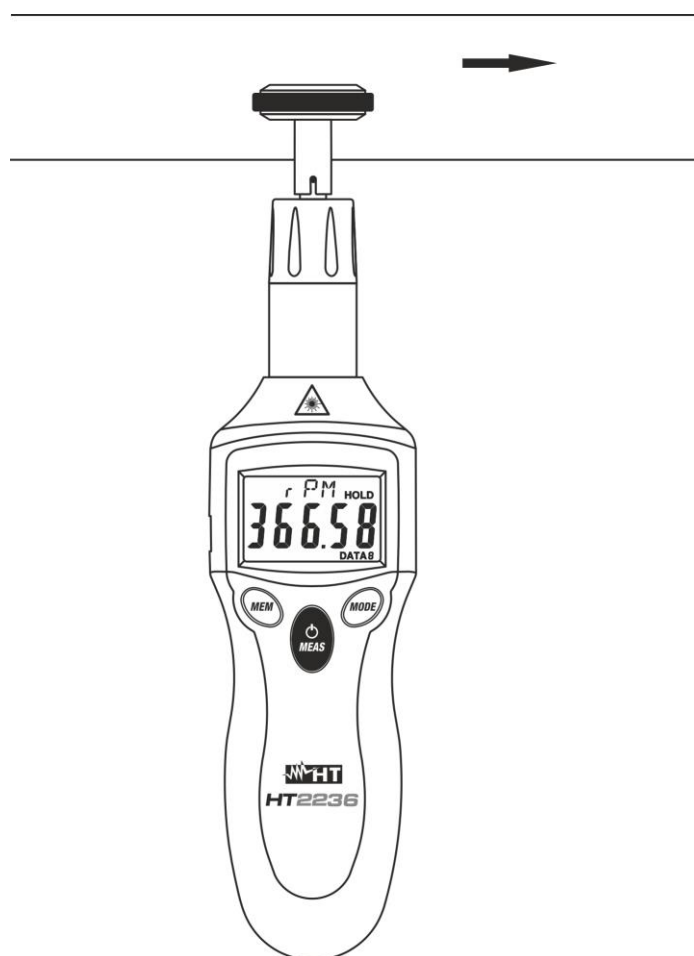

Fig. 4: Medida de velocidad sobre superficies móviles
6. Pulse y mantenga pulsada la tecla **MEAS** apoyando el terminal de goma sobre el objeto en examen (ver la Fig. 4) y realice la medida